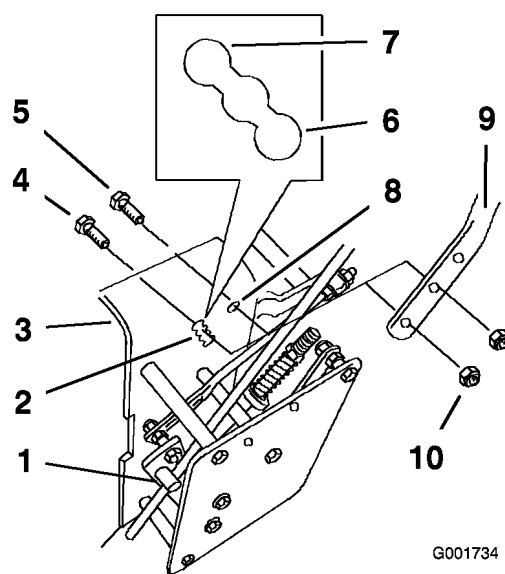

Figura 19
- Afloje los pernos con arandela prensada (3/8 x 1-1/4 inches) y la tuerca con arandela prensada que sujetan el manillar con el bastidor trasero (Figura 19).
- Quite los pernos inferiores con arandela prensada (3/8 x 1 inch) y las tuercas con arandela prensada que sujetan el manillar con el bastidor trasero (Figura 19).